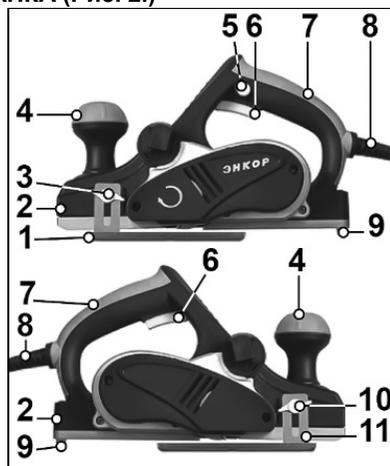

Рис. 2.
6. УСТРОЙСТВО РУБАНКА (Рис. 2.)
7. ПОДГОТОВКА К РАБОТЕ И РЕГУЛИРОВКА (Рис. 2, 3)